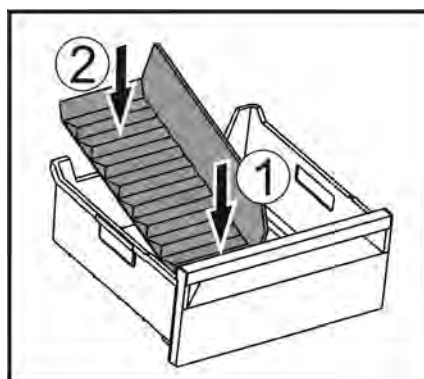

Fig. 35
► Сначала устанавливайте разделитель спереди Fig. 35 (1).
► Опустите заднюю часть Fig. 35 (2).